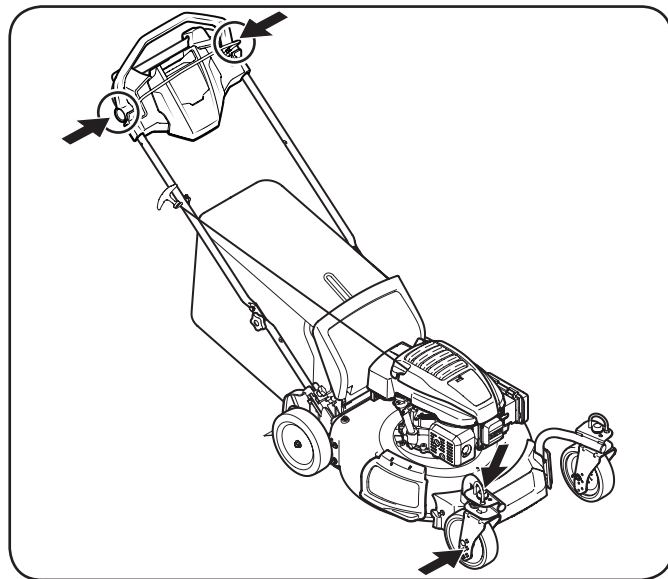

Figure 6-1
1. Lubrifiez les points de pivotement de la commande de lame et de la commande d'entraînement avec de l'huile légère au moins une fois par saison. Ces commandes doivent se déplacer facilement dans les deux directions. Voir Figure 6-1.